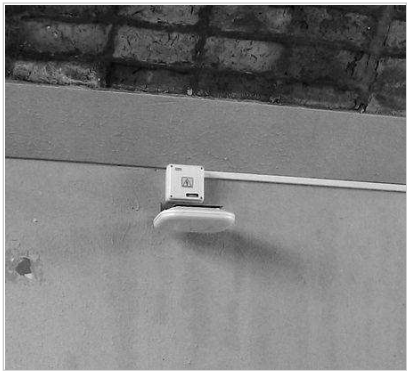

Fig. 13 - Instalación de AP en pared junto a caja de jack
- Siempre que sea posible la caja se instalará junto al soporte "L", sobre el mismo (Fig. 13).